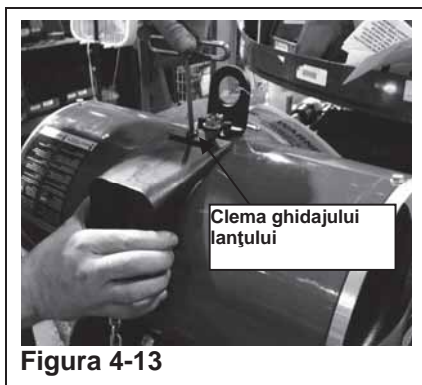

Figura 4-13
- Pas 7. Demontați ghidajul lanțului și clema(ele) ghidajului lanțului. (Vezi Figura 4-13)